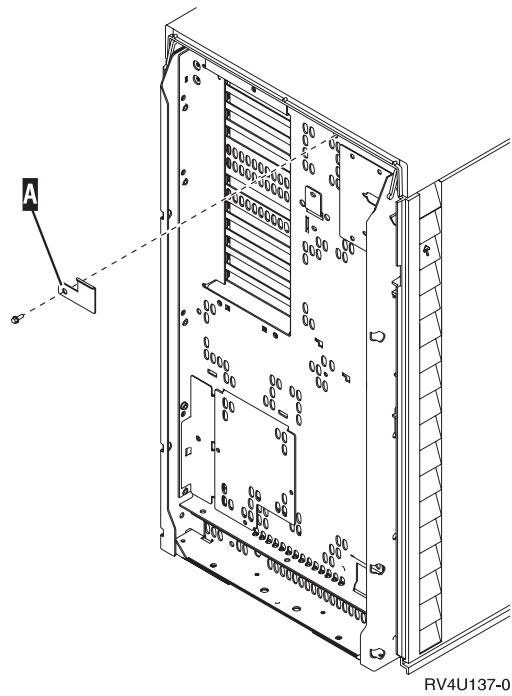

図 28. 上部カバー・ロックの取り外し
4. システム装置の上部カバー (31ページの図28) を次のようにして取り外します。